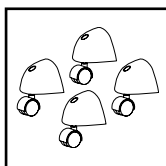

FIGURE 1
1. Vous trouverez quatre assemblages de roulettes **FIGURE 1** et quatre vis avec votre aspirateur sec et humide.